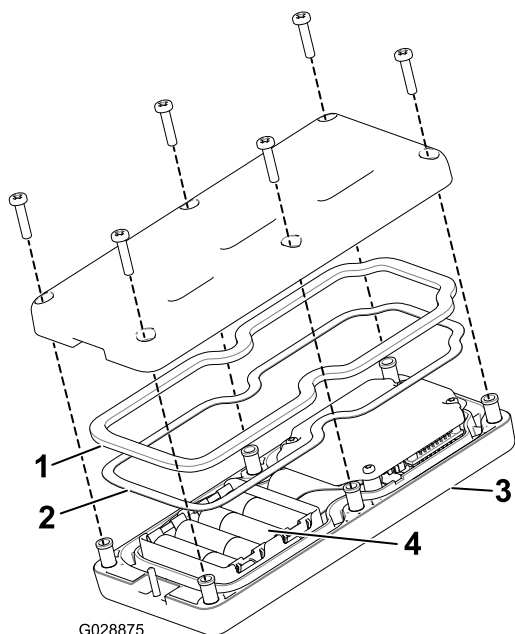

Bild 46
3. Nehmen Sie die sechs Schrauben aus der Rückseite der Fernbedienung heraus und nehmen Sie die Abdeckung ab (Bild 46).
- Legen Sie jede neue Batterie in das Batteriefach ein und achten Sie auf die richtige Polarität. (Wenn die Batterien falsch eingelegt sind, wird das Gerät nicht beschädigt; es funktioniert jedoch nicht.) Das Fach hat Polaritätsmarkierungen für jeden Anschluss (Bild 46).
- Wenn Sie die Gummidichtung und die Stahldichtung aus Versehen entfernen, setzen Sie sie vorsichtig in den Kanal in der Handfernbedienung ein (Bild 46).
- Setzen Sie die Abdeckung auf und befestigen sie mit den sechs vorher entfernten Schrauben (Bild 46) und ziehen sie mit 1,5-1,7 N·m an.